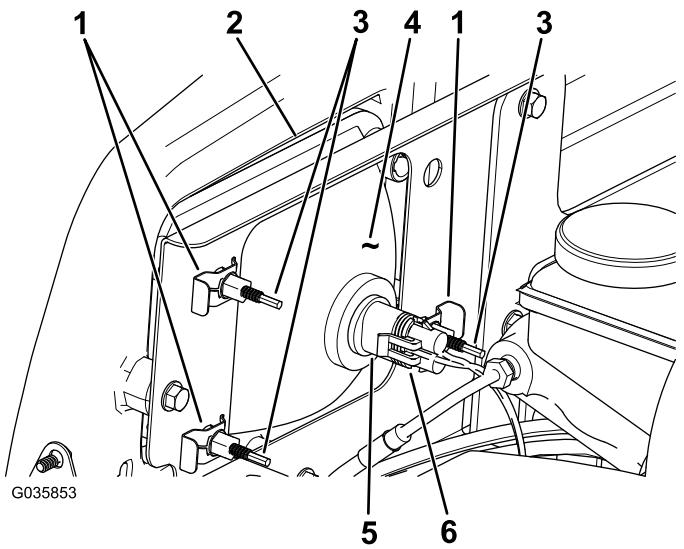

Figure 45
- Déposez les clips rapides qui fixent le phare à son support (Figure 45).
- Sortez le phare en le déplaçant vers l'avant à travers l'ouverture dans le pare-chocs avant (Figure 45).
- Montez le phare neuf par l'ouverture dans le pare-chocs (Figure 45).
- Branchez le connecteur électrique de faisceau sur le connecteur de l'ampoule (Figure 45).
- Débranchez le connecteur électrique de faisceau du connecteur du phare (Figure 45).
- Au dos du phare, tournez les vis de réglage (Figure 45) pour orienter le phare et aligner la position de son faisceau.